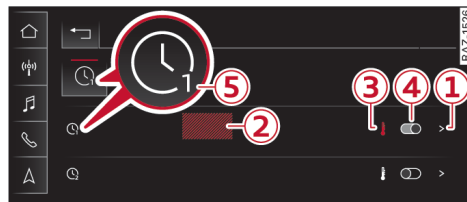

Fig. 90 Pantalla central: Temporizador
- Hojee en caso necesario hasta la indicación del temporizador ⇒ *fig. 90*.
- Para configurar un temporizador, seleccione el signo > en la línea del temporizador que desee **①**.
- Para activar adicionalmente la climatización, seleccione **ⓘ** **③**. Si el temporizador está activado, la climatización también se ejecuta aunque la clavija de carga no esté acoplada. Si el vehículo va a estar parado durante muchos días, Audi recomienda desactivar los temporizadores para evitar que se descargue la batería de alto voltaje.
- Para conectar un temporizador, seleccione **☐** **④**.